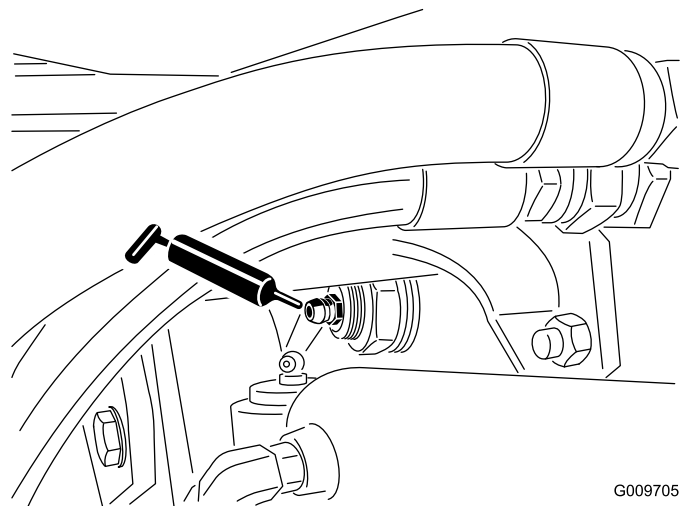

Figure 39
- Bagues de pivot d'essieu arrière (2), comme montré à la Figure 39